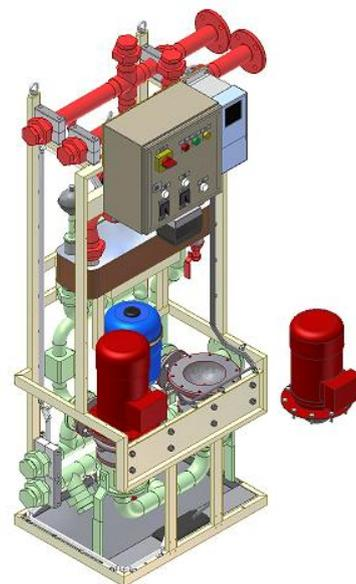

Рис. 6.2-1.
8. Открутите болты и гайки от фланца двигателя насоса, оставляя таким образом корпус насоса на месте (рис. 6.2-1). Обратите внимание, что в системе присутствует предустановленное давление в 1,5 бара. Используйте защитные очки.